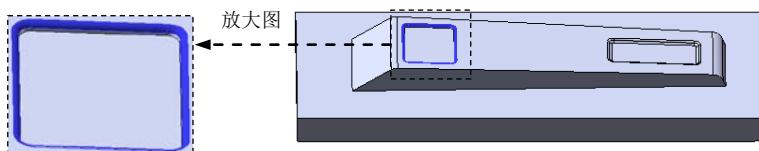

图 12.2.25 圆角 6
(4) 定义圆角的半径。在**圆角项目(1)** 区域的 文本框中输入圆角半径值 1.5，选取 **切线延伸(G)** 复选框。
(5) 单击 按钮，完成圆角 5 的创建。
Step14. 创建图 12.2.25 所示的圆角 6。
(1) 选择命令。选择下拉菜单 **插入(I)** → **特征(E)** → **圆角(U)...** 命令（或单击 按钮），系统弹出“圆角”对话框。